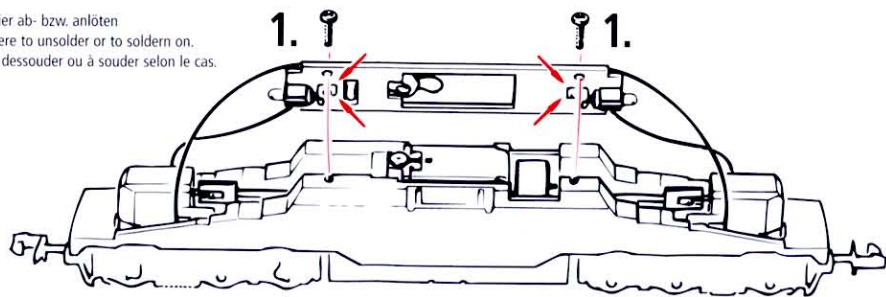

Fig. 5
5. Remplacement des balais du moteur: Démontez la caisse (voir fig 2). Démontez ensuite le moteur et échangez le balais (fig. 5).
5. Carbon Brush Changing: First **remove** loco body (fig. 2), and then the **motor** (fig. 5).
5. Kohlebürstenwechsel: Lokgehäuse abnehmen (Fig. 2). Danach wird der **Motor ausgebaut** und die **Kohlebürsten ausgewechselt** (Fig. 5).